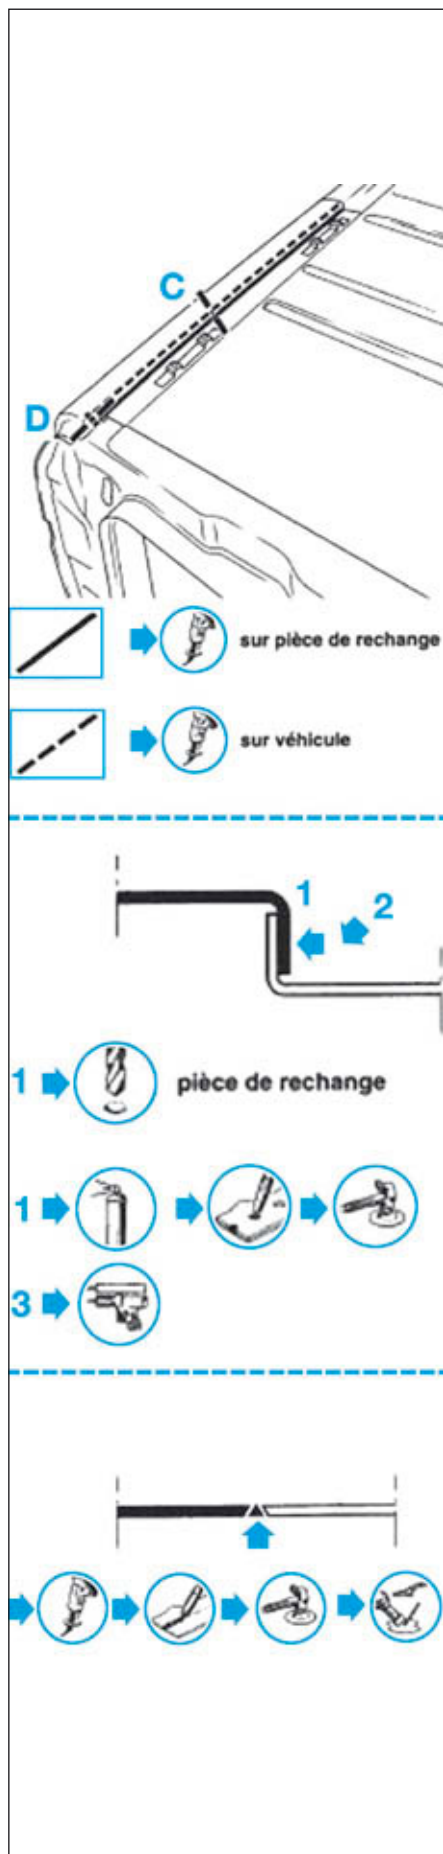
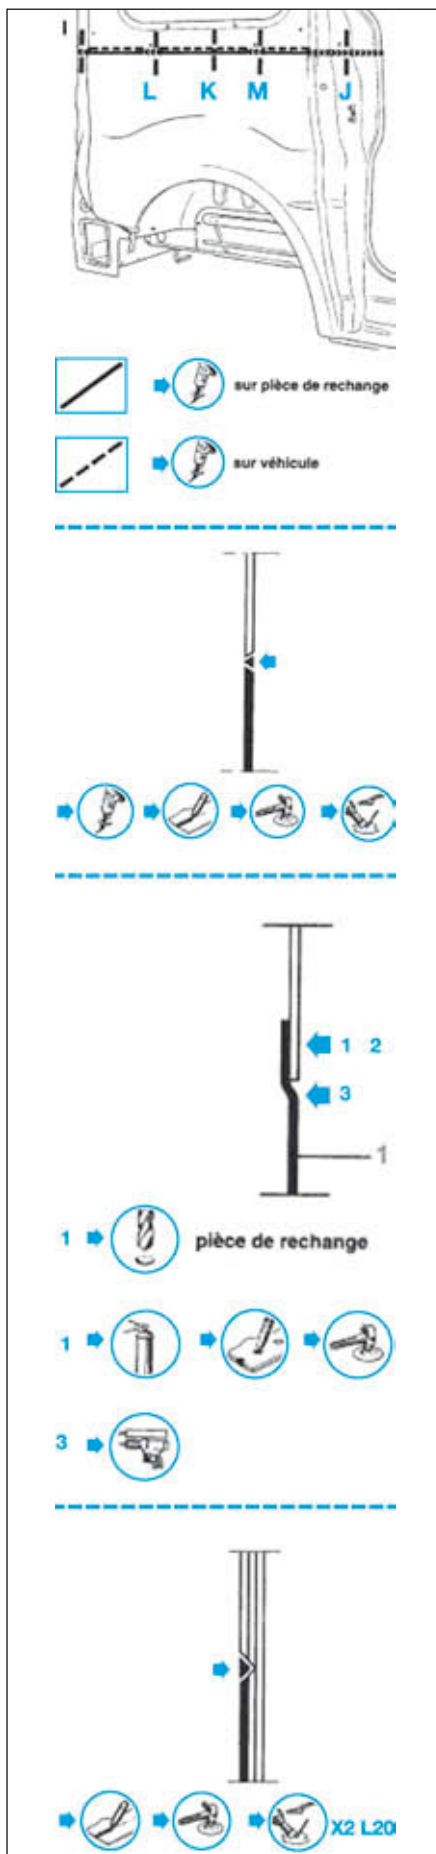
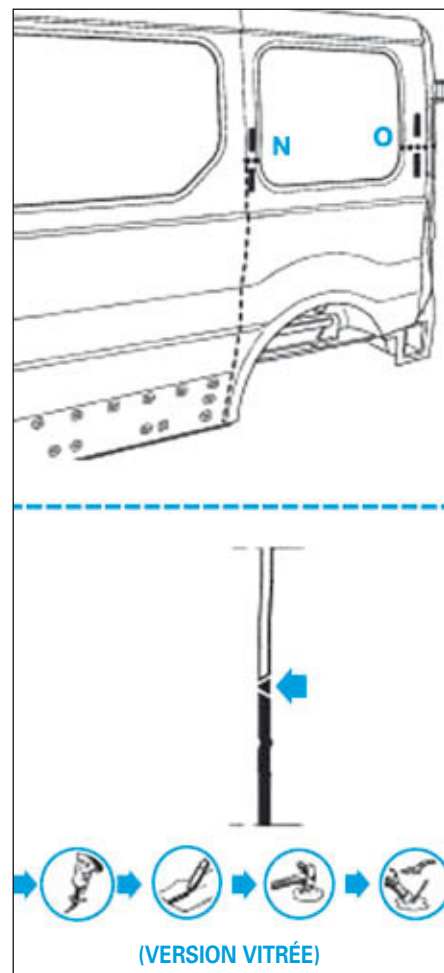

FIG.56
FIG.57
FIG.58
- Tracer puis découper le panneau latéral arrière partie arrière (Fig.55), (Fig.56), (Fig.57) et (Fig.58).